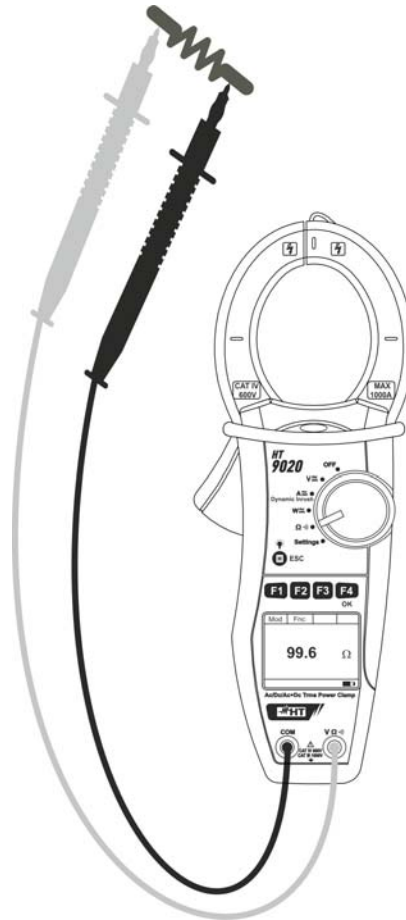

Fig. 13: Misura di resistenza e test continuità
4. Inserire il cavo rosso nel terminale di ingresso **VΩ** e il cavo nero nel terminale di ingresso **COM** ed eseguire i collegamenti dello strumento (vedere Fig. 13)